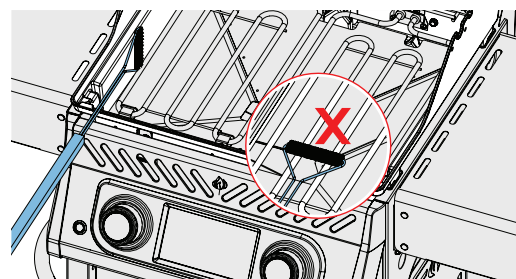

Fig. 7
2. Use uma escova de latão macia para limpar resíduos soltos. Escove todos os resíduos do interior do aparelho para a bandeja de gotejamento removível. NÃO use a escova nos aquecedores elétricos. (Fig. 7)